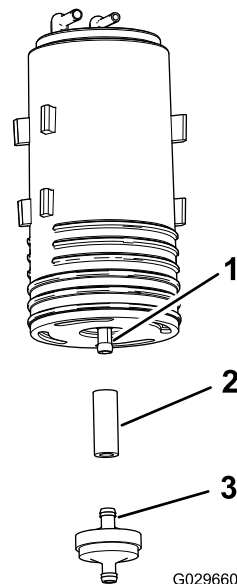

Figura 46
4. Retire el filtro del cartucho de carbón y la sección corta de manguera del acoplamiento inferior del cartucho de carbón antiguo (Figura 46).
5. Instale la manguera en el acoplamiento inferior del cartucho de carbón nuevo (Figura 46).
6. Introduzca el acoplamiento de un filtro del cartucho de carbón nuevo en la manguera (Figura 46).